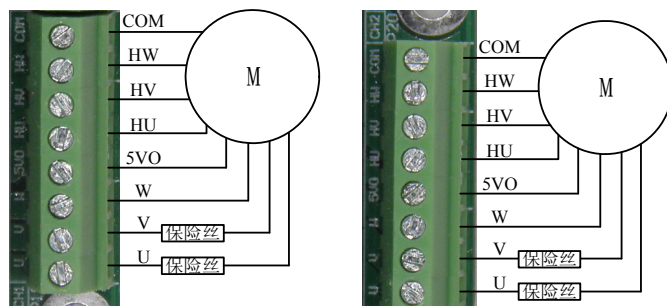

图 3.1 模块 1（图左）/模块 2（图右）电机接线图
- 1) 将电机的U、V、W三相电源线接到驱动器电机接口的U、V、W，将电机的霍尔传感器电源线正负极（通常正极为红色，负极为黑色，具体参照电机的相关资料）分别接到驱动器霍尔信号接口的 5VO和COM，霍尔传感器的三霍尔位置信号线接到驱动器霍尔接口的HU、HV、HW，如图 3.1 所示。